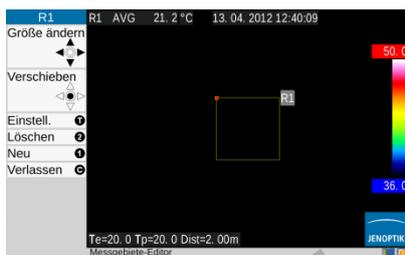

Abb. 124 Rechteck – Größe ändern
Ein im Untermenü Editor unter „Neu“ ausgewähltes Rechteck wird zunächst als Quadrat in der Bildmitte angezeigt. Höhe und Breite können mit dem Joystick verändert werden, in dem die Position des markierten Punktes verändert wird (siehe Abb. 124 und Abb. 125). Soll die Position des Rechtecks verändert werden, betätigen Sie zunächst Enter ①. Das Rechteck ist dann durch einen roten Punkt in seiner Mitte markiert und kann mit dem Joystick verschoben werden, ohne dass sich die Form ändert (siehe Abb. 126).